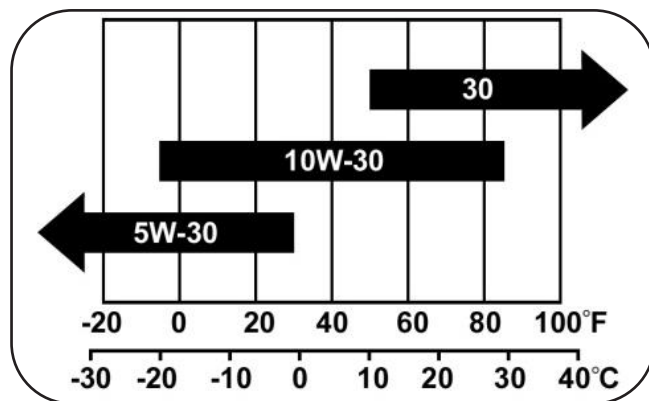

Рисунок 4. Зависимость класса вязкости моторного масла от температуры окружающей среды.
Моторное масло других вязкостей могут быть выбраны в соответствии с фактической средней температурой окружающей среды и информацией, показанной на графике, Рисунок 4.
Моторное масло с вязкостью SAE 10W-30 рекомендуется для использования в полном диапазоне температур. Моторное масло других вязкостей могут быть выбраны в соответствии с фактической средней температурой окружающей среды и информацией, показанной на графике, Рисунок 4.
6. Заправьте моторное масло рекомендованного типа до верхней отметки на щупе, Рисунок 4.